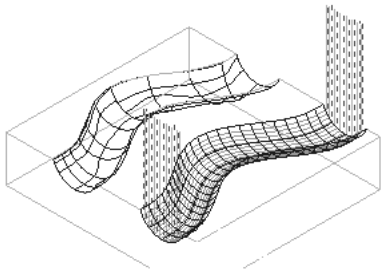

图 2-153 生成的刀具路径
7) 在“曲面投影精加工”对话框中单击“应用”按钮和“接受”按钮，确定参数并退出对话框，生成的刀具路径如图 2-153 所示。